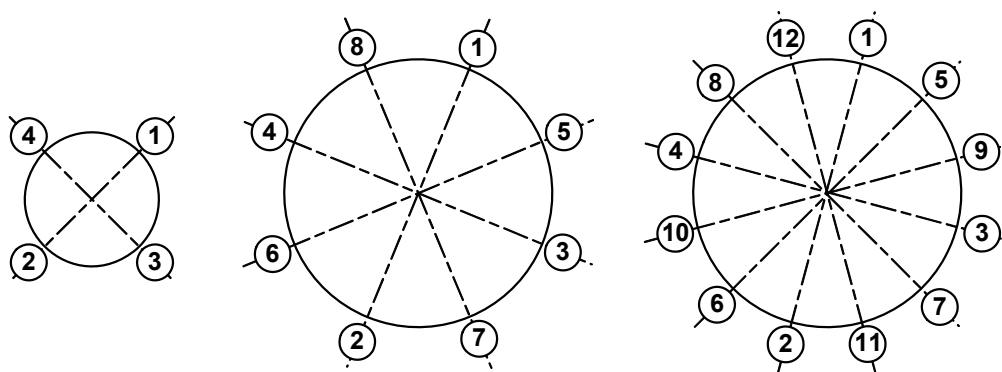

Рис. 5. Очередность затяжки гаек на фланцах.
3.2.6. Затяжка гаек при установке ППР или имитатора в трубопровод должна производиться в очередности, обозначенной на рис.5, динамометрическим ключом с крутящим моментом не более, указанного в табл.2. **В случае превышения усилия затяжки возможно повреждение ППР, вызывающее протечку жидкости во внутреннюю полость ЭМР.**